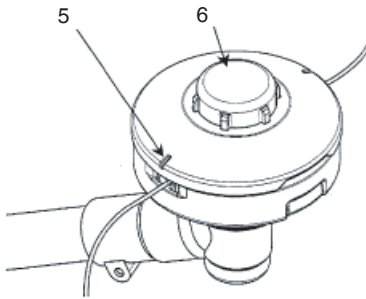

Fig. 3
- Compruebe el desgaste de la caja y el botón. Si la marca del límite de desgaste (5) en la caja ya no se ve o hay un agujero en la parte inferior (6) del botón, cambie las piezas nuevas inmediatamente. (Fig. 3)